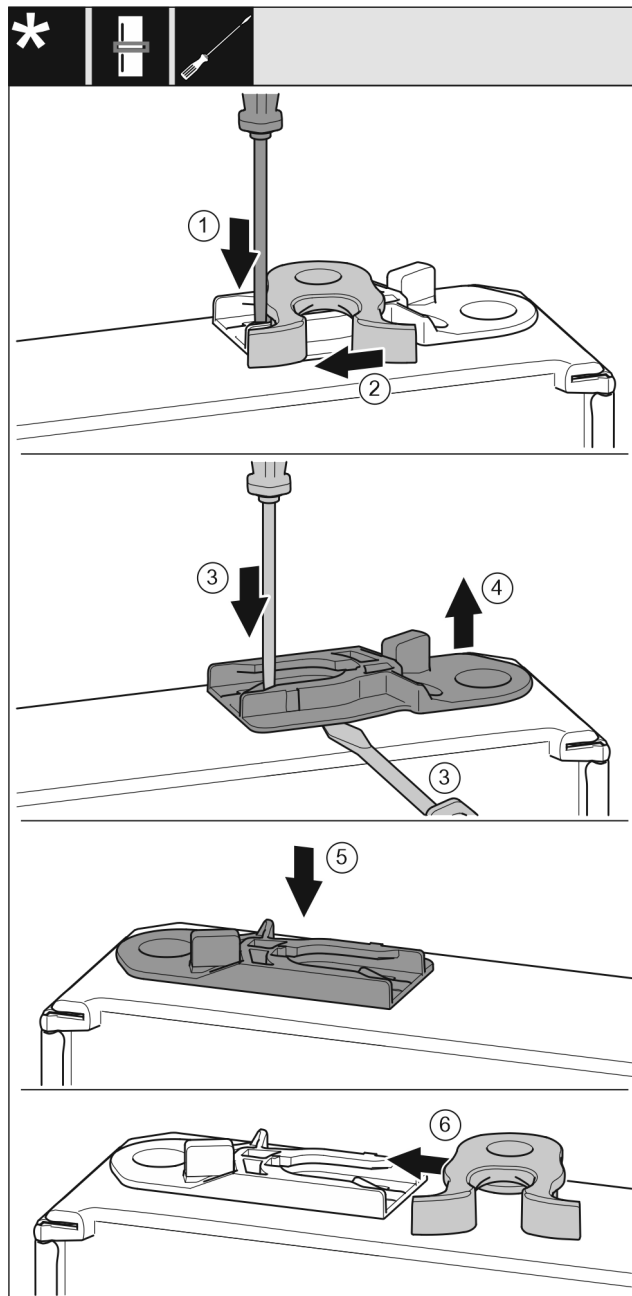

Fig. 50 *
- Nyomja le a fedőlemezt Fig. 50 (1) lapos csavarhúzóval.*
- Húzza ki a záróhorgot Fig. 50 (2) a vezetősínből.*
- Húzza ki a vezetőhüvelyt Fig. 50 (3, 4): Nyomja a fedőlemezt lapos csavarhúzóval, és közben nyúljon lapos csavarhúzóval a vezetőhüvely alá.*
- Tolja be a kiszállított csomagban található vezetőhüvelyt Fig. 50 (5) a ház másik oldalára.*
- Tolja be a záróhorgot Fig. 50 (6) a vezetősínbe.*